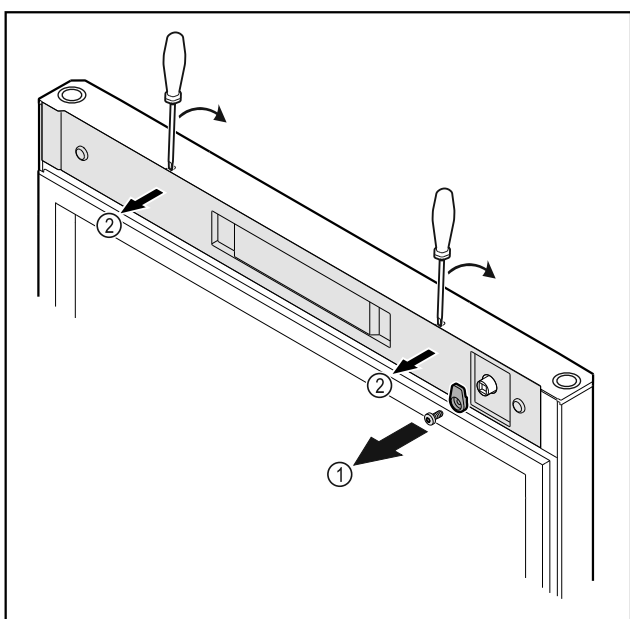

Fig. 6
- ▶ Odvijte zapiralni zatič Fig. 6 (1).
- ▶ Z majhnim izvijačem sprostite pokrov Fig. 6 (2) in ga odstranite.